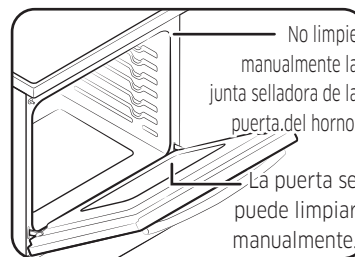

Fig. 2
- **No** limpie la junta selladora. El material de fibra de vidrio de la junta de la puerta del horno no resiste la abrasión. Es fundamental que esa junta selladora permanezca intacta. Si usted nota que se está desgastando o deshilachando, reemplácela. (Fig. 2)